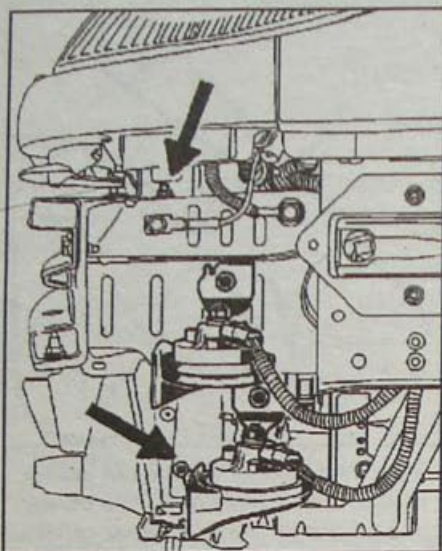

Рис. 1.93. Расположение болтов крепления дефлектора
- Отверните болты крепления дефлекторов на лонжероне (рис. 1.93).